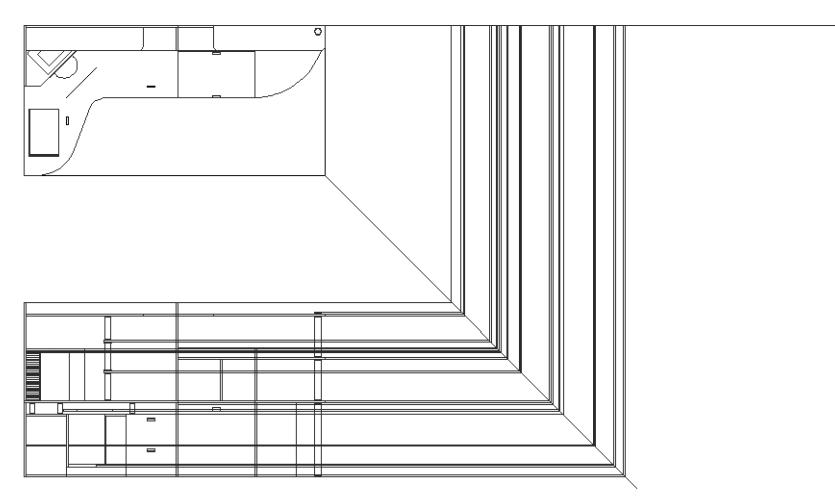

Рис. 8.38 ▼ Линии высот повернуты под прямым углом относительно диагональной линии и продлены до линии задней стенки рабочей зоны
- Включите режим **ОРТО** (ORTHO) и начертите горизонтальную линию от правого верхнего угла рабочей зоны на виде сверху до правой границы области черчения. После этого продлите все линии высот до полученной горизонтальной линии (рис. 8.38).